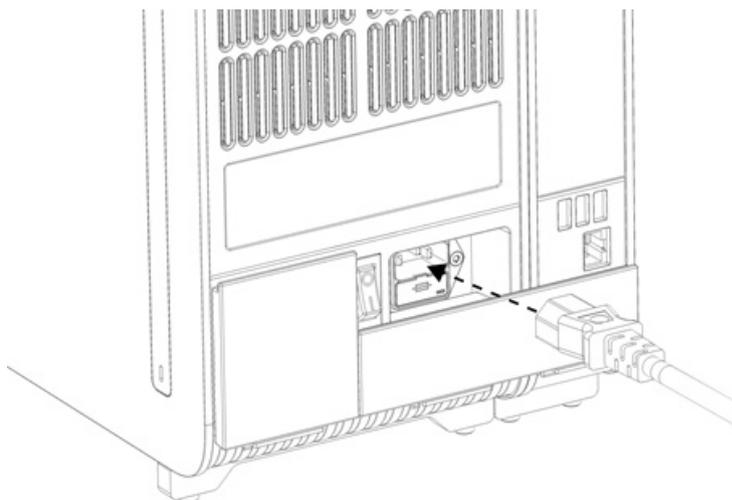

Figura 20. Conectando o cabo de alimentação.
8. Conecte o cabo de alimentação fornecido com o QIAstat-Dx Analyzer 2.0 na parte traseira do Módulo analítico original (Figura 20).